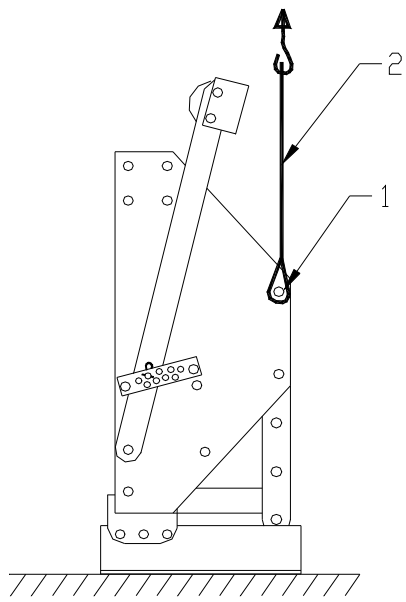

Fig. 1.
La macchina viene consegnata su un pallet. Per installarla dietro a un trattore seguire le istruzioni riportate qui di seguito (fare riferimento alle fig. 1, 2, 3, 4, 5 e 6 ).
2. Attaccare saldamente un'imbracatura (2) di circa 2,5 metri, con anelli di accoppiamento a D ai fori (1) su ciascun lato della macchina, come mostrato nella fig. 1.